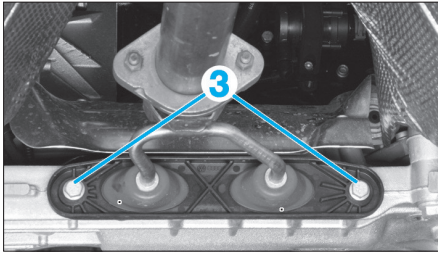

Fig. 7
- du berceau, le support (3) du système d'échappement (Fig.7),